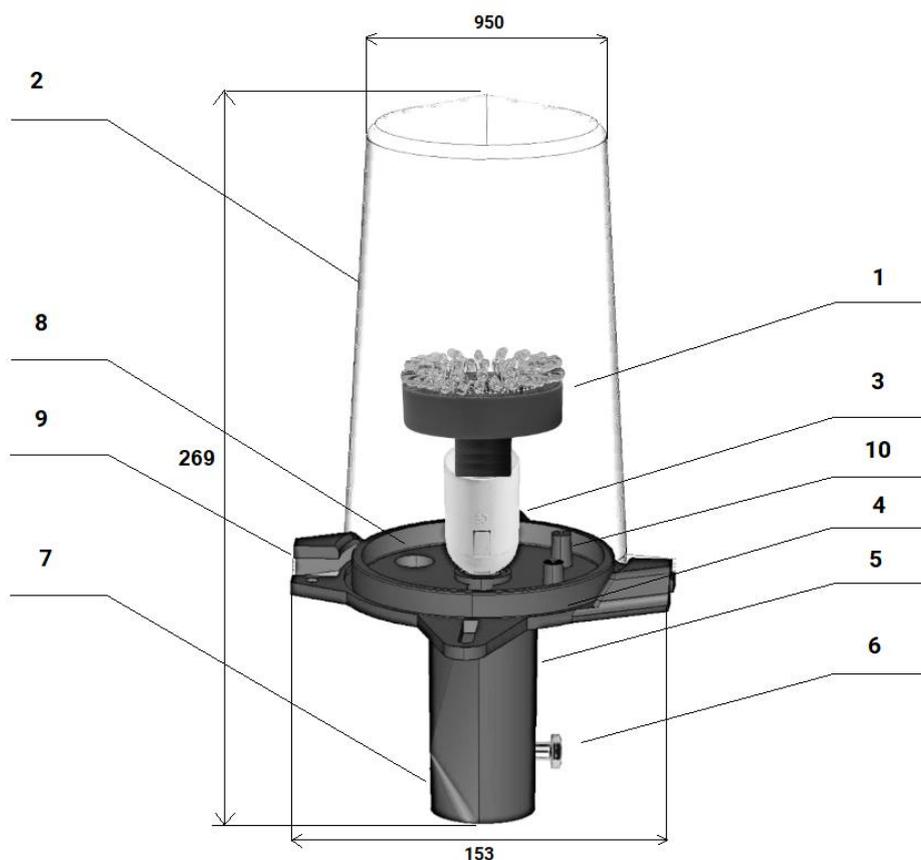

Рис.1 Заградительный огонь LEDZOM.
- Перед установкой изделия на трубу необходимо предварительно отвернуть колпак 2, от основания 5 (см. рис. 1).